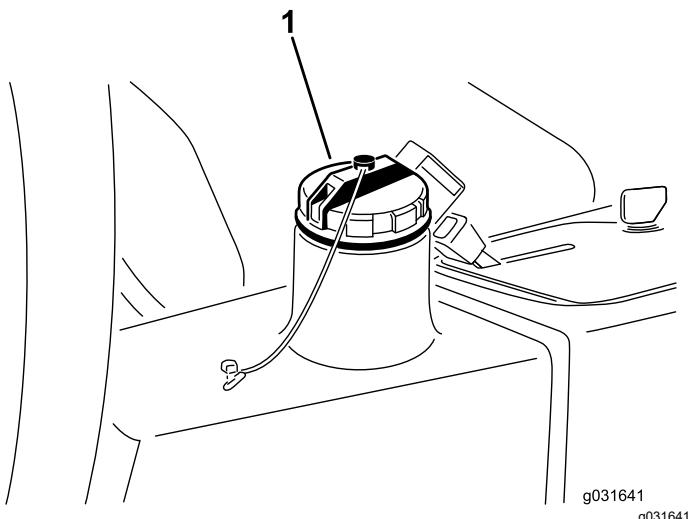

Figura 67
4. Encha o reservatório (Figura 67) com aproximadamente 13,2 litros de fluido hidráulico; consulte Especificações do fluido hidráulico (página 58) e Verificação do nível do fluido hidráulico (página 59).